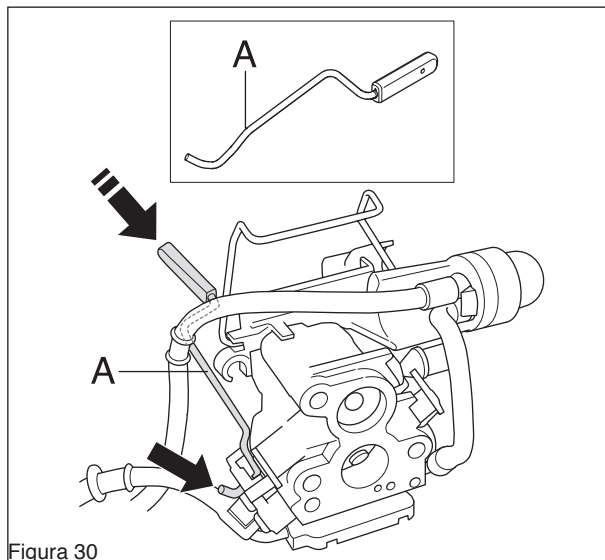

Figura 30
3. Presione la varilla de accionamiento del acelerador para que salga por la empuñadura. Desengánchela del carburador. (Ver la figura 30).